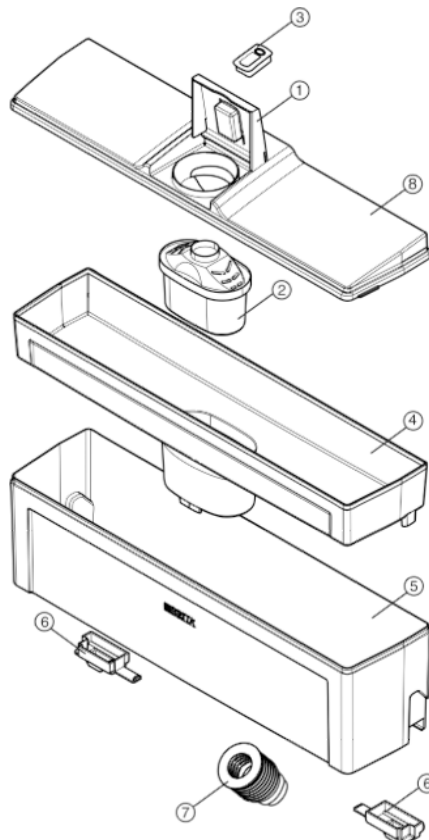

Fig. 19
- ▶ Die Klappe Fig. 19 (1) zusammen mit der integrierten Kartuschenwechselanzeige BRITA Memo Fig. 19 (3) öffnen, auf den beiden Seiten gleichzeitig drücken und aus der Abdeckung Fig. 19 (8) des Wasserbehälters vorsichtig entnehmen. Wegen Beschädigungsgefahr darf das BRITA Memo nur zur Entsorgung von der Klappe entnommen werden.
- ▶ Die Abdeckung Fig. 19 (8) des Wasserbehälters gleichzeitig an der linken und rechten Seite fassen, nach oben entnehmen und beiseite legen.
- ▶ Die BRITA MAXTRA Wasserfilterkartusche Fig. 19 (2) aus dem Filtereinsatz Fig. 19 (4) herausnehmen.
- ▶ Filtereinsatz Fig. 19 (4) danach in der Mitte fassen und aus dem Wasserbehälter Fig. 19 (5) entnehmen.
- ▶ Verriegelungsteile Fig. 19 (6) am Boden des Wasserbehälters in Richtung Wassertankmitte verschieben.
- ▶ Wasserbehälter Fig. 19 (5) vorsichtig nach oben entnehmen und falls vorhanden das enthaltene Wasser in Spülbecken ausgießen.
Zuckerhaltigen Flüssigkeiten wie Softdrinks, Fruchtsäfte o.ä. verkleben das Wasserventil Fig. 19 (7) und führen somit zum völligen Ausfall seiner Funktion und in der Folge zur Beschädigung des Wasserdispensers.
- ▶ Den Wassertank aus der Kühlteiltür entnehmen und zerlegen. Alle Bestandteile außer der BRITA MAXTRA Wasserfilterkartusche Fig. 19 (2) und der Klappe Fig. 19 (1) mit der Kartuschenwechselanzeige BRITA Memo Fig. 19 (3) gründlich mit Wasser reinigen und mit einem weichen Tuch trocken wischen.
- ▶ Da die Kartuschenwechselanzeige BRITA Memo Fig. 19 (3) auf der Klappe Fig. 19 (1) der Wassertankabdeckung nicht direkt mit Wasser in Berührung kommen darf, die Klappe Fig. 19 (1) bitte nur vorsichtig mit einem leicht befeuchteten, weichen Tuch reinigen und die Kartuschenwechselanzeige BRITA Memo Fig. 19 (3) dabei aussparen.
- ▶ Die Verriegelungsteile Fig. 19 (6) nach außen schieben.
- ▶ Entnehmen Sie die BRITA MAXTRA Wasserfilterkartusche Fig. 19 (2) aus der Schutzfolie. Drücken Sie die Kartusche unter kaltes Wasser und schütteln Sie diese leicht, um alle Luftblasen zu entfernen. Die MAXTRA Kartusche muss vor Inbetriebnahme nicht eingeweicht werden.
- ▶ Die Abdeckung Fig. 19 (8) des Wasserbehälters beseitigen und die MAXTRA Wasserfilterkartusche Fig. 19 (2) in der Mitte des Filtereinsatzes Fig. 19 (4) fest setzen.
- ▶ Die Abdeckung *Fig. 19 (8)* des Wasserbehälters wieder auf den Wasserbehälter setzen und dann die Klappe *Fig. 19 (1)* öffnen.
- ▶ Den Filtereinsatz *Fig. 19 (4)* zum dritten Mal mit 2 Liter Trinkwasser befüllen und es durchfiltern lassen. Nun ist das BRITA gefilterte Trinkwasser einsatzbereit.
- ▶ Die Klappe *Fig. 19 (1)* schließen und die Kartuschenwechselanzeige Brita Memo *Fig. 19 (3)* starten.
- ▶ Zur leichteren Befüllung des Wassertanks nach Einsatz in die Kühlteiltür, kann ein Gefäß mit Ausgießer verwendet werden. Bitte beachten Sie bei der Befüllung, dass Sie nicht mehr als 2 Liter Trinkwasser in den Filtereinsatz *Fig. 19 (4)* gießen.
- ▶ Erst wenn diese Wassermenge durchgelaufen ist, kann der Filtereinsatz *Fig. 19 (4)* erneut befüllt werden.